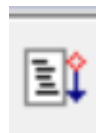

Figura 42
3. Pulse sobre el icono de la figura 42 para que la simulación continúe hasta el punto de ruptura.